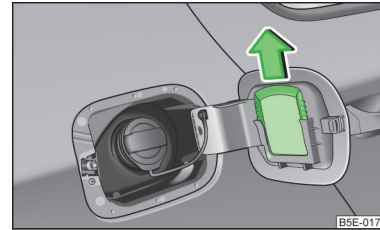

Abb. 176
- Den Eiskratzer in Pfeilrichtung herauschieben » Abb. 176.